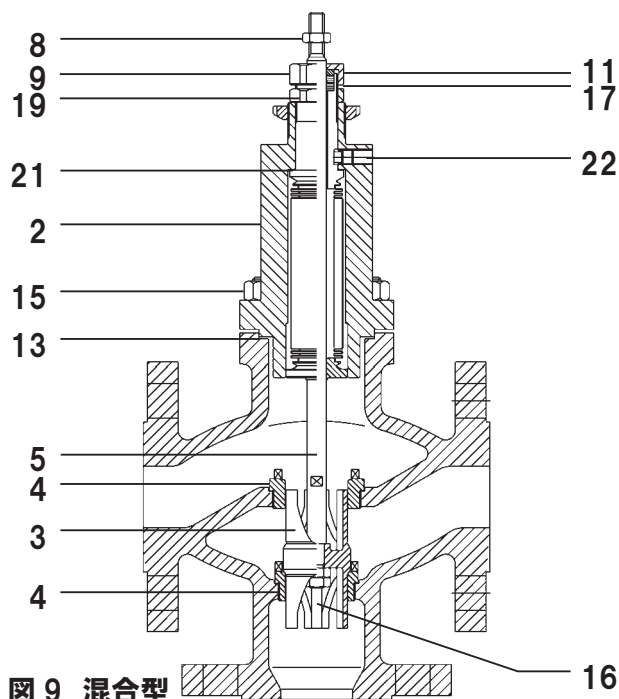

図9 混合型
4.3.2 混合型バルブのバルブ・プラグ、シートおよびベローズ・アセンブリーの交換手順 (図9参照)